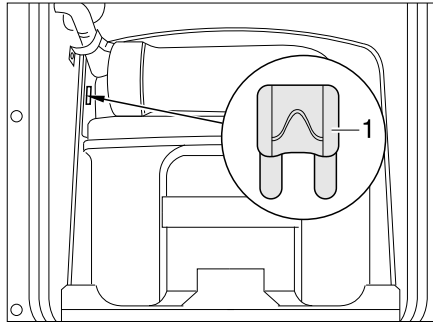
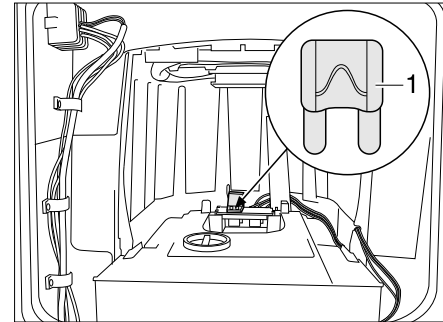

Bild 289 Sicherung der Thetford-Toilette
Bild 290 Sicherung der Thetford-Toilette (Alternative)
- Die Sicherung (Bild 289,1 bzw. Bild 290,1) wechseln.